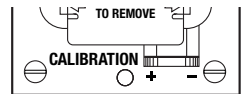

Figure 3
7. Dimmer may require adjustment to the low end setting to reliably start and/or remove flickering in bulbs. To adjust, DISCONNECT POWER FROM CIRCUIT, and remove the Wallplate. Use a small insulated, flat tipped screwdriver to adjust the trim pot wheel, which is accessible via the slot (marked "CALIBRATION") provided on the strap (Figure 3). Turn the wheel **left to increase** the minimum light intensity setting and turn the wheel **right to decrease** light intensity. Next, install the Wallplate, restore the power and test. Repeat above as necessary.
- Le gradateur peut avoir à être réglé aux faibles intensités pour que certaines lampes s'allument correctement et/ou ne clignotent pas. Pour cela, COUPER L'ALIMENTATION DU CIRCUIT et retirer la plaque murale. Utiliser un petit tournevis plat isolé pour régler le potentiomètre qui est accessible à travers la fente (« CALIBRATION ») située sur la bande (Figure 3). Tourner la molette vers la gauche pour augmenter le réglage de l'intensité lumineuse minimale et tourner la molette vers la droite pour réduire l'intensité lumineuse. Ensuite, remonter la plaque murale, remettre sous tension et tester. Répéter les étapes ci-dessus au besoin.